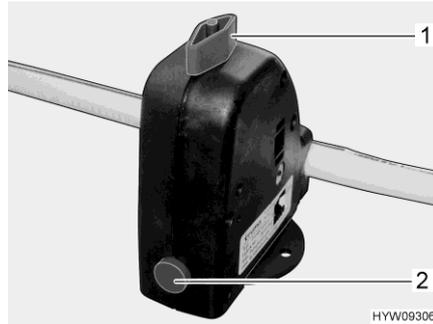

Fig. 117 Valvola di sicurezza/di scarico (boiler)
Il boiler è dotato di una valvola di sicurezza/di scarico (Fig. 117). La valvola di sicurezza/di scarico impedisce che l'acqua congeli nel boiler in presenza di basse temperature esterne, quando il riscaldamento dell'autocaravan non è acceso.
- Chiudere la valvola di sicurezza/di scarico. A tal fine ruotare la manopola (Fig. 117,1) verticalmente rispetto alla valvola di sicurezza/di scarico e premere verso l'interno il bottone automatico (Fig. 117,2).
- Aprire la valvola di sicurezza/di scarico. A tal fine ruotare la manopola (Fig. 117,1) nel senso della lunghezza della valvola di sicurezza/di scarico. Il bottone automatico (Fig. 117,2) scatta all'infuori. Il boiler viene svuotato verso l'esterno tramite la valvola di sicurezza/di scarico.